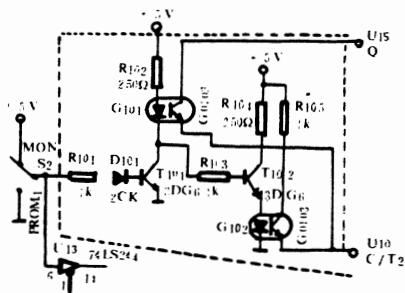

图 1-33 一种增强 TP801 单板机抗干扰能力的电路
**故障处理** 为了解决这一问题，特设计了一种电路，如图 1-33 所示，经使用效果良好。图 1-33 中虚线框中的部分为增